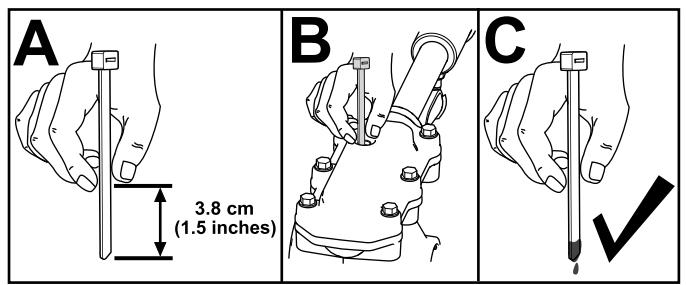

Figura 31
3. Controllate il livello dell'olio utilizzando un dispositivo di misurazione idoneo, come una fascetta per cavi pulita. L'olio deve trovarsi a circa 3,8 cm sotto l'apertura di riempimento (Figura 31).